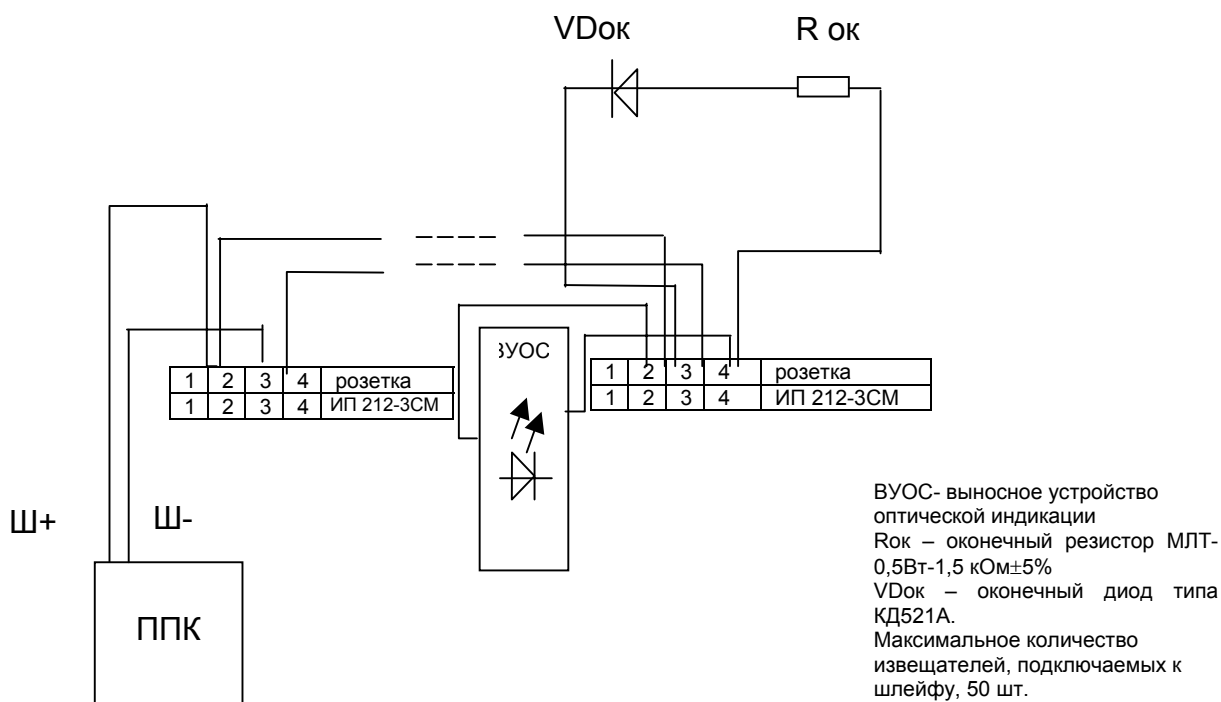

Рис. 7.1
7.5. Примеры схем подключения извещателей ИП 212-ЗСМ к шлейфам пожарной сигнализации пульта приведены на рис. 7.1.